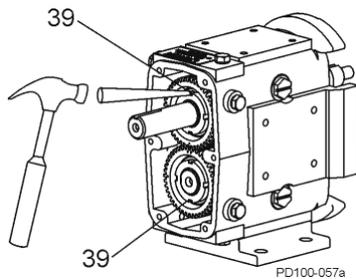

Abbildung 63 - Umbiegen der Sperrnase auf den Sicherungsringen
- Biegen Sie die Sperrnase an den Sicherungsringen in die Schlitz für die Sicherungsmutter und sichern Sie so die Zahnradmutter in ihrer Position (Abbildung 63).